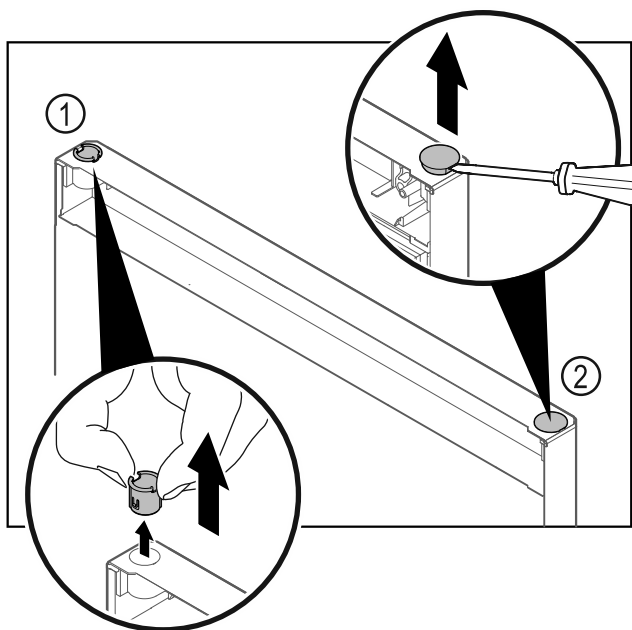

Fig. 28
- Trekk ut hengselbøssingen Fig. 28 (1) med fingrene.
- Løft dekkstøpselet Fig. 28 (2) forsiktig opp med en skruetrekker, og trekk det av.